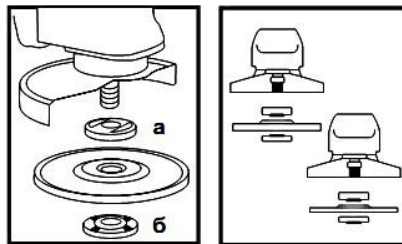

Рисунок 2
4.4 Встановіть на виріб шліфувальний або відрізний круг. Для цього натисніть на кнопку фіксації шпинделя (1) і поверніть його до такого положення, при якому він зафіксується. За допомогою вилочного ключа з комплекту виробу відверніть і зніміть затискну гайку (б) (дивіться рисунок 2). Встановіть шліфувальний диск на посадкове місце фланцевої шайби (а) (рисунок 2), наживіть рукою затискну гайку на шпindel і затягніть її ключем з комплекту приладу.